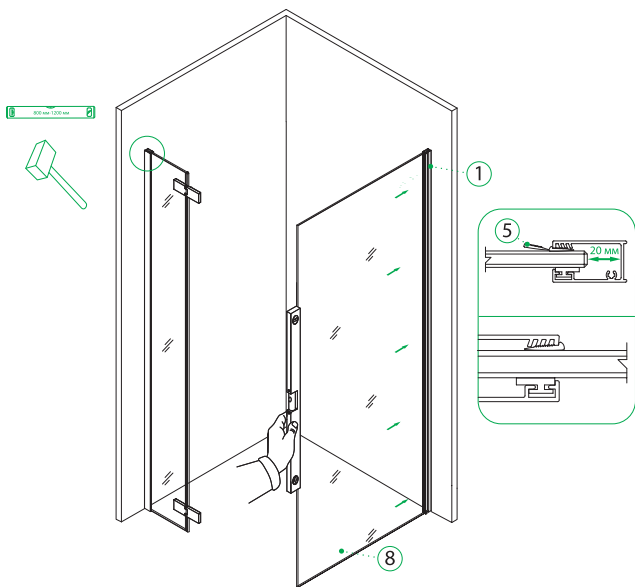

Рис. 10/10-сур.
- Установите закаленное стекло 1930x860 мм (№8) в пристенный профиль (№1) с помощью уровня. Слегка закрепите его уплотнителем EVA (№95), чтобы впоследствии можно было отрегулировать длину ограждения (рис. 10).